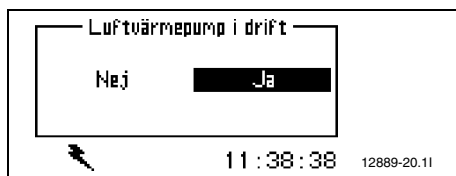

Bild 24
- ▶ Starta värmepumpen, kvittera in luftvärmepump (→ bild 24) under meny Uppstart på installatörsnivå.